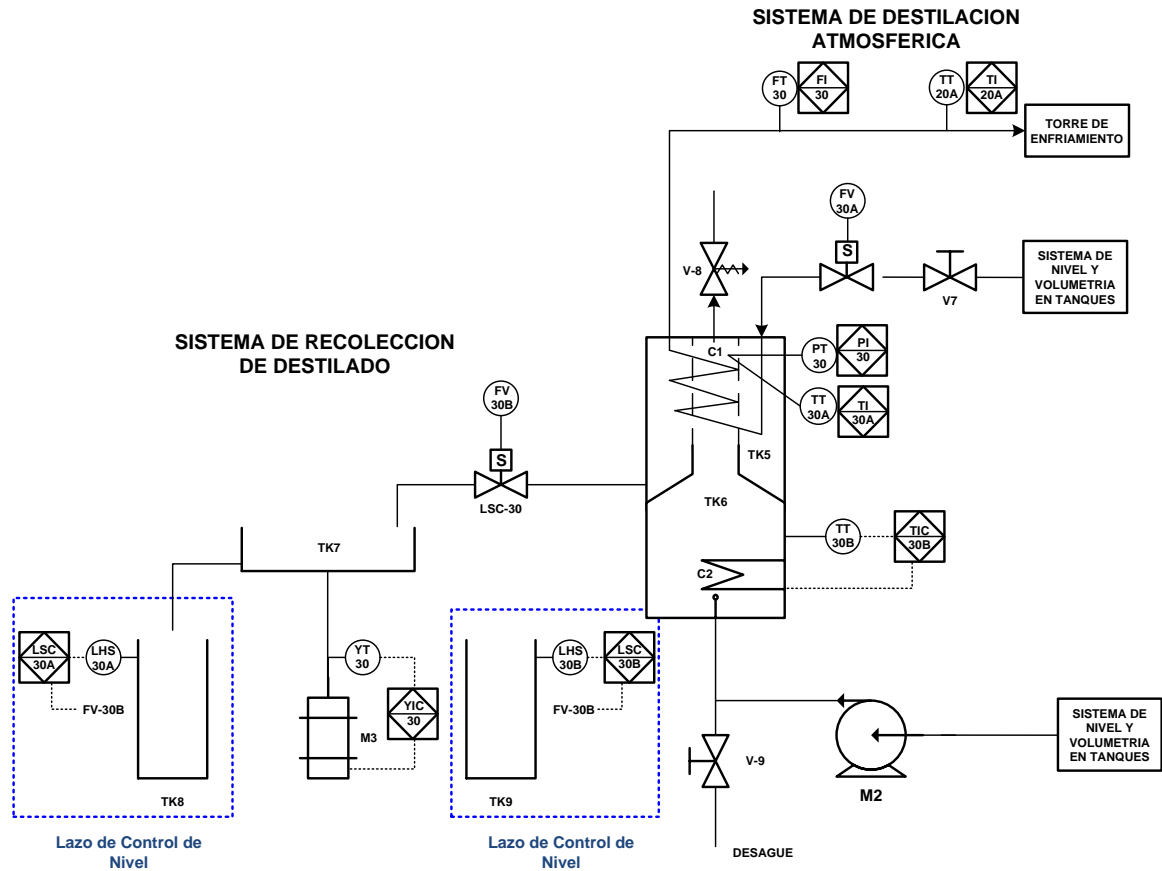

Figura 45. Ubicación de los Sensores de Nivel Alto [11]
- **Interruptor de nivel alto.** En el módulo multiproceso y específicamente en el Subsistema de Recolección de Destilado se usarán dos (2) sensores de proximidad fotoeléctricos SIMATIC PXO440 K30 para fibra óptica de plástico, que constituirán los sensores de nivel alto “LHS-30A” y “LHS-30B”, de los dos lazos de control de nivel para los tanques “TK8” y “TK9”. (Ver figura 45)